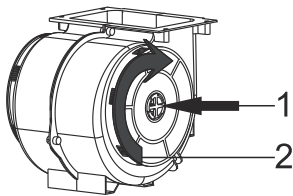

Fig. 6: FILTRE A CHARBON
- 1- Placer le filtre à charbon dans son logement.Fig. 6
- 2- Tournez le filtre à charbon dans le sens des aiguilles d'une montre et assurez-vous qu'il est bien en place.Fig. 6